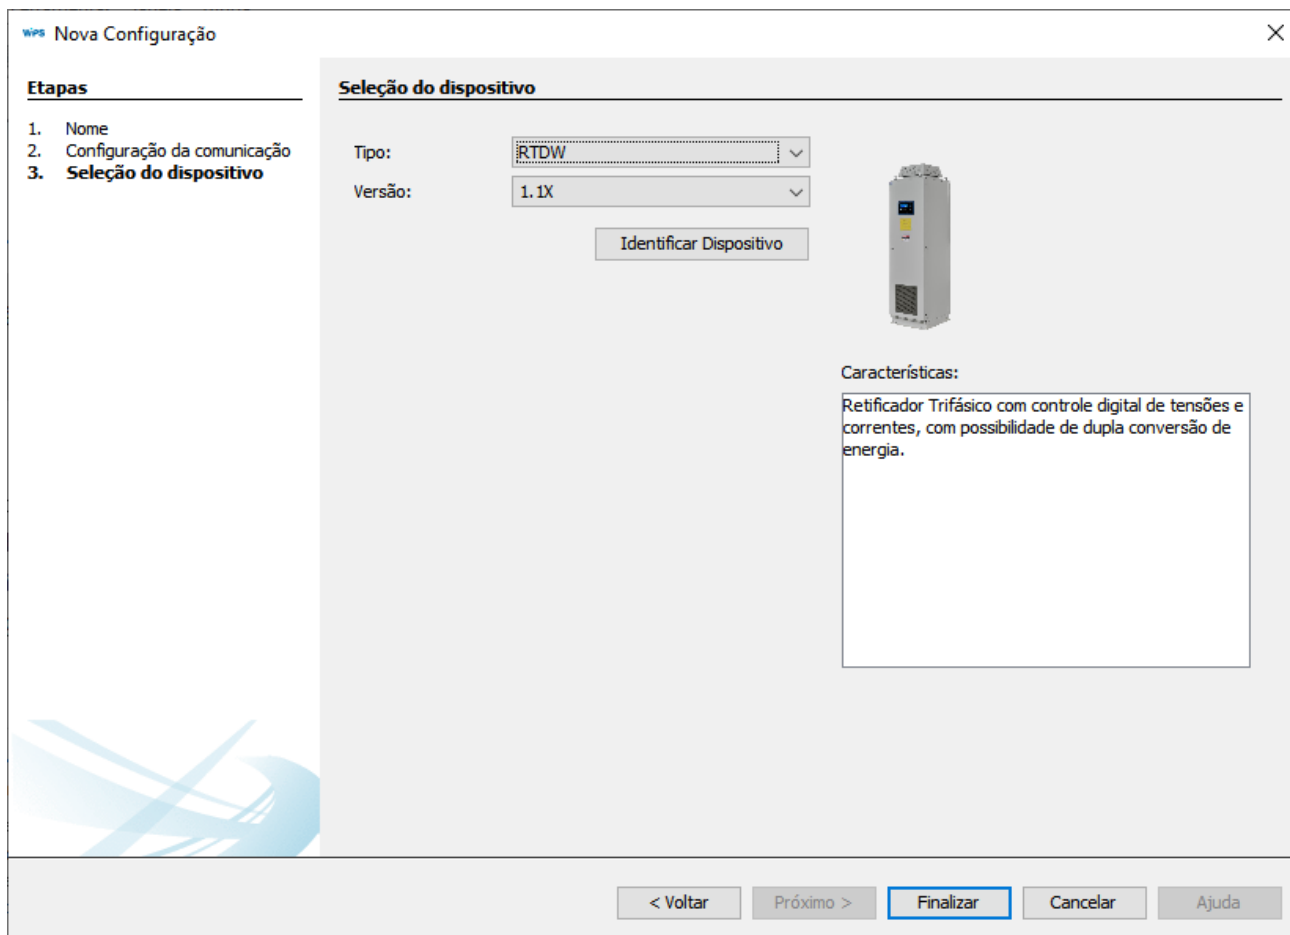

Figura 6.36: Configuração do dispositivo
- Avance para a próxima tela de seleção do dispositivo, conforme mostra a Figura 6.36 na página 6-41.